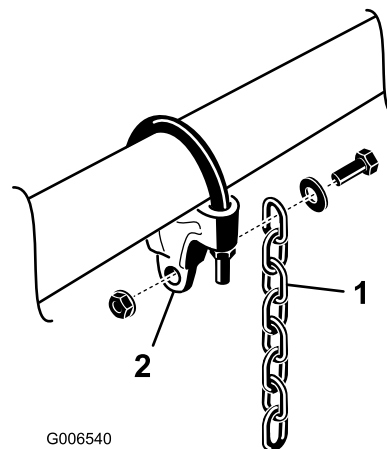

Figura 8
7. Monte una cadena de elevación en cada soporte de las cadenas con un tornillo, una arandela y una tuerca, colocados según se indica en Figura 8.